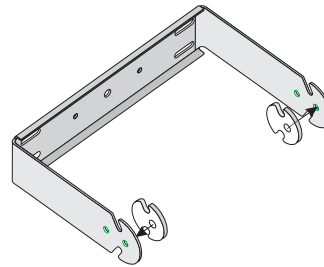
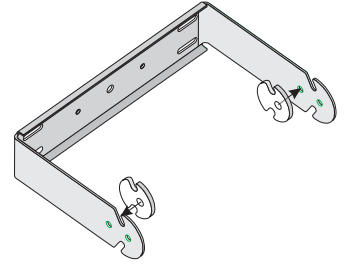

Figura 1- Ubicación de la junta para los orificios más externos.
Figura 2- Ubicación de la junta para los orificios más internos.
Paso 4. Si va a usar las ranuras abiertas o los orificios más externos, quite el forro no adherente de cada junta y adhiera la junta en la superficie interna de cada brazo del soporte con su orificio central y las ranuras alineados (Figura 1). Cuando use el orificio más interno, adhiera la junta con su orificio central alineado con el orificio para tornillos prisioneros más interno del soporte (Figura 2).